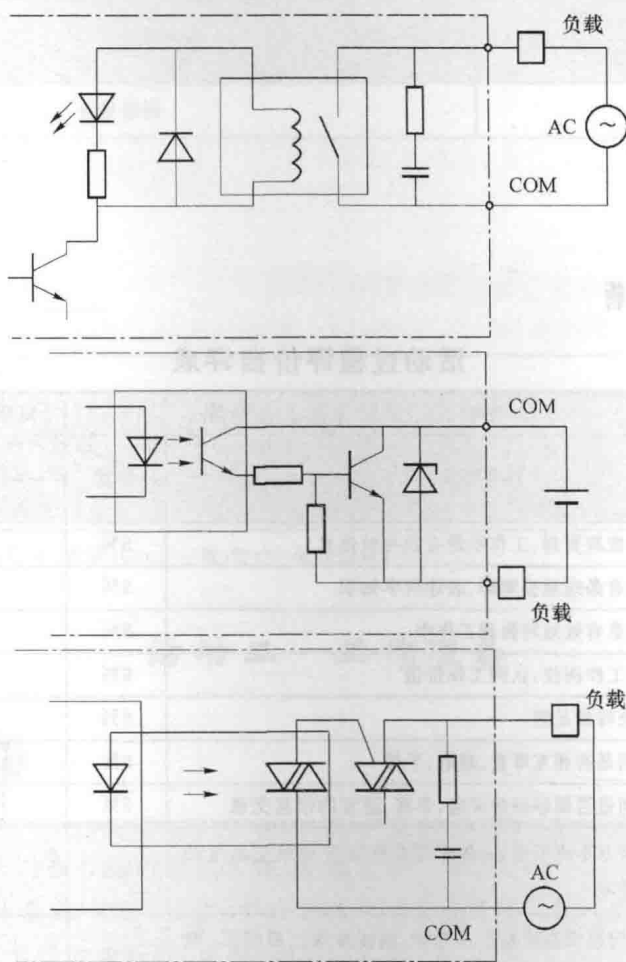

图 1-4 PLC 的三种输出类型
6. PLC有三种输出类型,分别是继电器输出、晶体管输出、晶闸管输出,请在图 1-4 中分别标出其类型及字母表示,并观察写出其可驱动的负载类型。